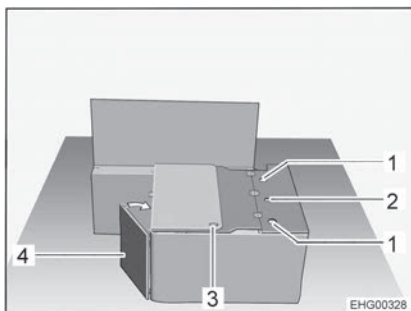

Fig. 40 Durante la transformación
- Girar la pared del baúl-banco (Fig. 40,4) hacia la pared lateral.
- Hacer salir el cinturón de seguridad con la hebilla a través del orificio (Fig. 40,3) en la tapa de baúl-banco.
- Insertar el respaldo del asiento de enchufe en los portadores laterales (Fig. 40,1) y apretar el tornillo de estrella en el portador central (Fig. 40,2) con la mano.